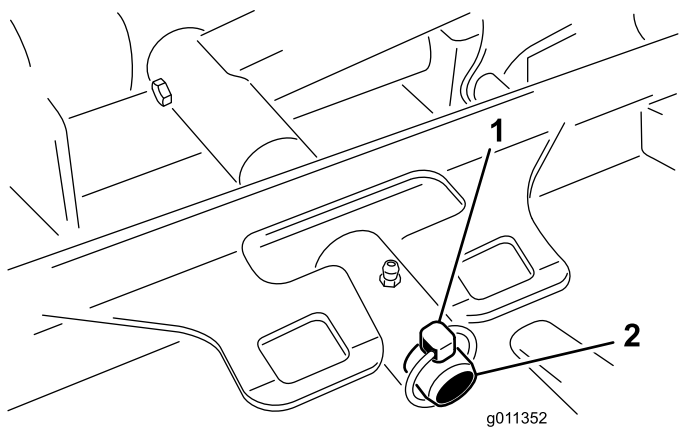

Figura 86
3. Retire el pasador de seguridad (para máquinas Groundsmaster 4500) o la tuerca de retención (para máquinas Groundsmaster 4700) que sujeta el bastidor de tiro de la unidad de corte a la barra de giro del brazo de elevación (Figura 86).
2. Deslice el bastidor de tiro de la unidad de corte sobre el pasador de giro del brazo de elevación (Figura 86). Sujete la unidad de corte al pasador con el pasador de seguridad (para máquinas Groundsmaster 4500) o la tuerca de retención (para máquinas Groundsmaster 4700).